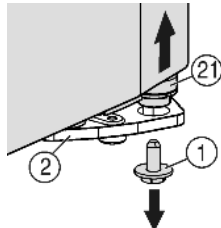
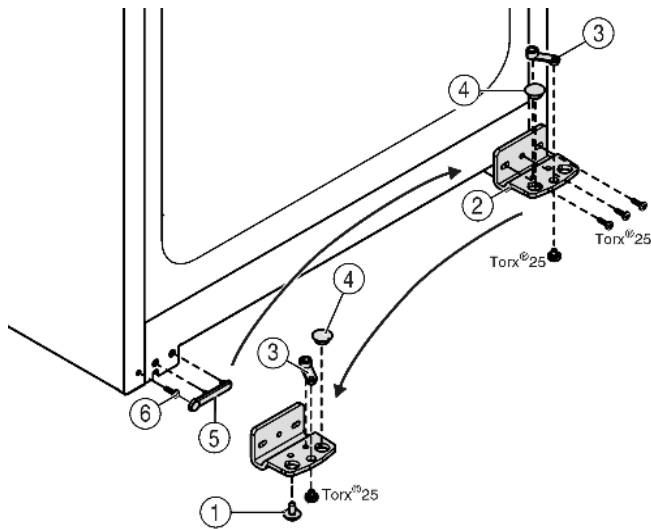

Fig. 4
Fig. 5
- ▶ Dévisser la vis de blocage du support d'appui Fig. 4 (1) en bas à droite.
- ▶ Le pivot d'appui Fig. 4 (21) se desserre du support d'appui Fig. 5 (2).
- ▶ Si le pivot d'appui Fig. 4 (21) ne se desserre pas, chasser le support par le bas.
- ▶ Dévisser le support d'appui Fig. 5 (2).
- ▶ Dévisser l'élément pivotant Fig. 5 (3) et le permuter dans le trou opposé du support d'appui, revisser à fond.
- ▶ Retirer le bouchon Fig. 5 (4) du support d'appui et le placer dans le trou du côté opposé au support d'appui.
- ▶ Retirer le cache Fig. 5 (5) côté poignée avec précaution.
- ▶ Retirer la vis Fig. 5 (6) et la revisser sur le côté opposé.
- ▶ Remettre en place le cache Fig. 5 (5).
- ▶ Revisser le support d'appui Fig. 5 (2) sur le nouveau côté charnière, en utilisant une visseuse sans fil si nécessaire, avec un couple de serrage de 4 Nm.
- ▶ Visser la vis d'arrêt Fig. 4 (1) en bas dans le pivot d'arrêt et la serrer à fond (avec 4 Nm).